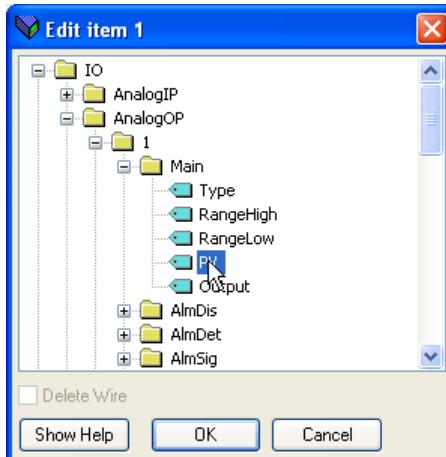

Figura 7.8.1b Finestra di navigazione del parametro
- Comparirà una finestra di navigazione del parametro (Figura 7.8.1b) per la fila selezionata (1 nella figura), consentendo all'utente di selezionare un parametro.